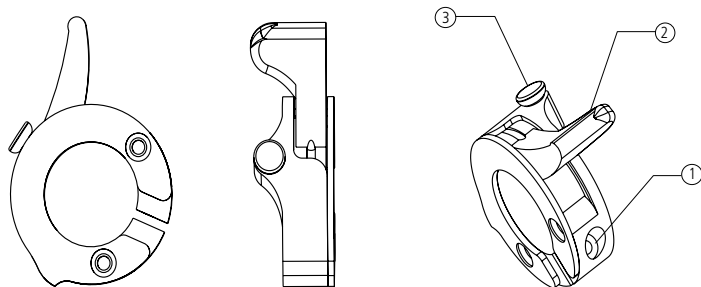

Figura 2
- Posicione a alavanca de modo que o acionamento seja feito sempre empurrando o dedo para frente e nunca para baixo. A alavanca deve ficar posicionada para cima, conforme está ilustrado na Figura 2.